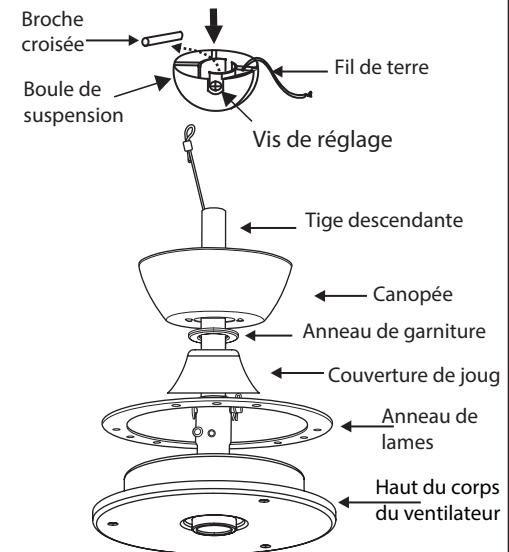

Fig. 3
- 6 Glissez l'anneau de lames, le couvercle de joug, la bague de garniture et la verrière sur la tige de descente. (Fig. 3)
- 8 Faites passer les fils dans les trous du capuchon anti-humidité à bille en caoutchouc et faites glisser le capuchon sur le dessus de la bille. (Fig. 3) Soulevez la bille / tige descendante / ventilateur dans l'ouverture du support de suspension.
Un flux d'air VERS LE BAS crée un effet de refroidissement comme illustré à la Figure 3. Cela vous permet de régler votre climatiseur sur un réglage plus chaud sans affectant votre confort.